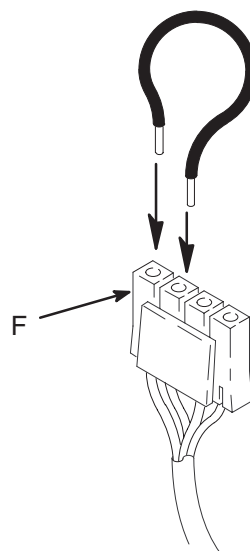

Fig. 3
3. Fig. 10. Retire los cuatro tornillos (60), la tapa del dispositivo de control de presión (49), los dos tornillos (108), el panel de control (67). Fig. 3. Desenchufe el conector del motor (F).
1. Fig. 3. Conecte los cables rojo y negro del motor por medio de un cable de prueba. Haga girar a mano el ventilador del motor a una velocidad de aproximadamente dos revoluciones por segundo.